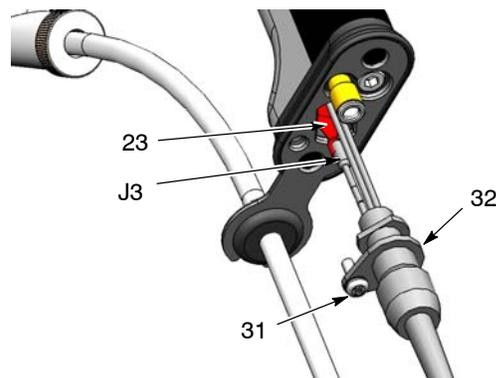

Abb. 19 Steuerungskabel vom Griff trennen.
3. Siehe Abbildung 19. Die Schraube (31) abnehmen, die das Kabel (32) unten am Pistolengriff hält.
4. Das Kabel drehen, um es aus dem Griff zu lösen. Das Kabel vorsichtig nach unten ziehen, bis Sie die Buchse (23) für den Auslöserschalter fassen können.